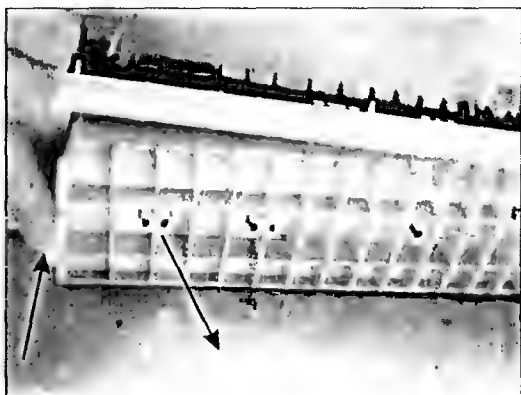
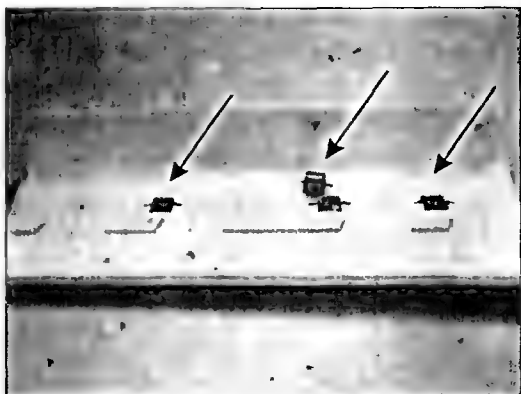

Рис. 2.18
Рис. 2.19
13. Снимают поворотную заднюю стенку. Отжимают язычок защелки и по периметру снимают ее (рис. 2.18). Эта операция очень удобна при удалении застрявшей бумаги из принтера. В основании стенки вставлены три подпружиненных ролика, которые поднимают ролики подачи бумаги (рис. 2.19). Они легко достаются с помощью плоской отвертки.